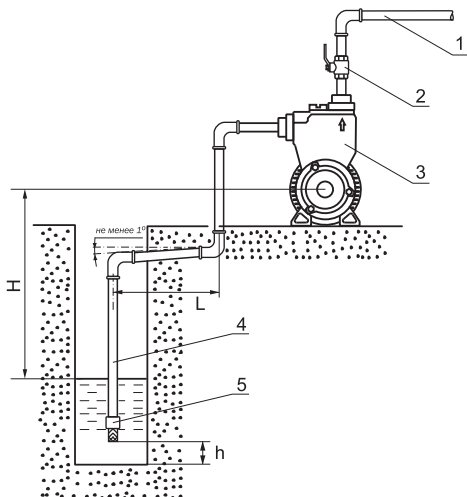

Рис.3. Подача воды из колодца
6.2. Насос следует устанавливать непосредственно около источника водозабора (см. Рис.3;4). При монтаже старайтесь минимизировать количество резких сужений, расширений и поворотов всасывающей магистрали.
6.8. Для насоса рекомендуется в напорной магистрали (1) на выходном патрубке установить вентиль (2) Рис.3;4.
7.2. Для удаления воздуха из напорной магистрали откройте кран (2) Рис.3 на напорном трубопроводе и включите насос в электросеть. Насос начнет подавать воду и сразу начинается заполнение трубопроводов.